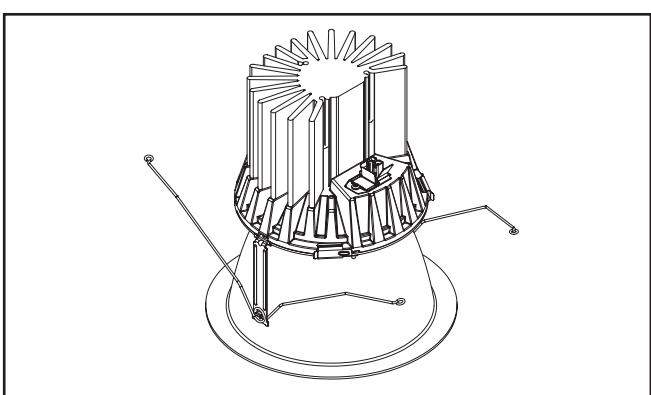

Figura 9
5. Enchufe la desconexión rápida de la luminaria en el módulo. (Figura 9)